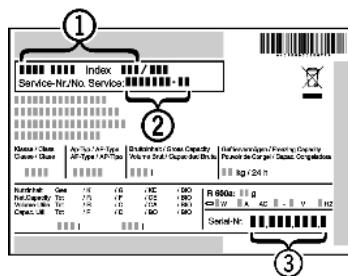

Fig. 23
► Назва пристрою Fig. 23 (1), сервісний номер Fig. 23 (2) та серійний номер Fig. 23 (3) вказані на табличці типів. Табличка типів знаходитьться всередині пристрою, зліва.
► Повідомте сервісну службу про характер неполадки, назву пристрою Fig. 23 (1), сервісний номер Fig. 23 (2) та серійний номер Fig. 23 (3).